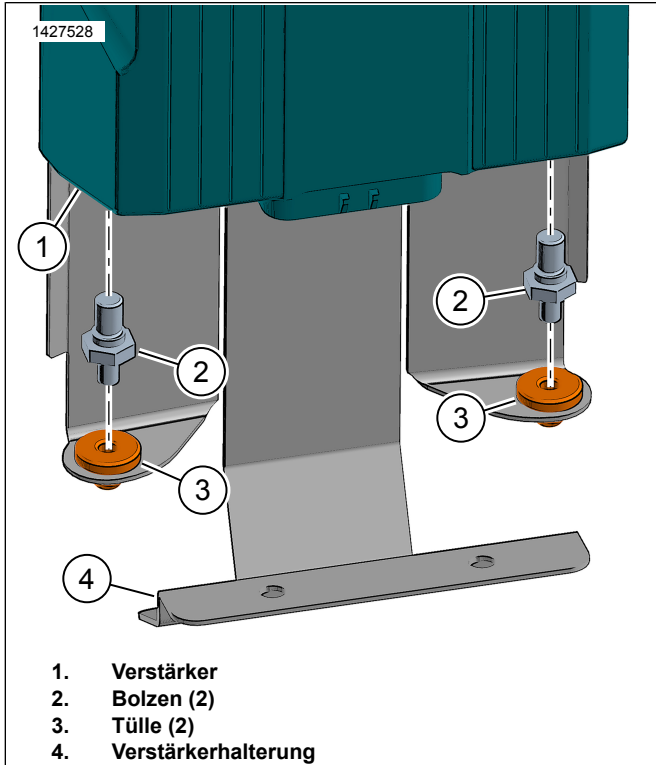

Abbildung 12. Verstärker Spikezapfen
4. Siehe Abbildung 12. Die Tülle (3) in Verstärker-Befestigungshalterung (4) einbauen.
5. Den Haltestift (2) in Verstärker (1) einbauen. Festziehen.